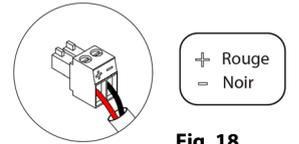

Fig. 18
^① Le module est connecté à la motorisation électrique par une borne à 2 broches. Fixez les câbles à l'aide des vis de la borne, en respectant la polarité de celle-ci (Fig. 18).